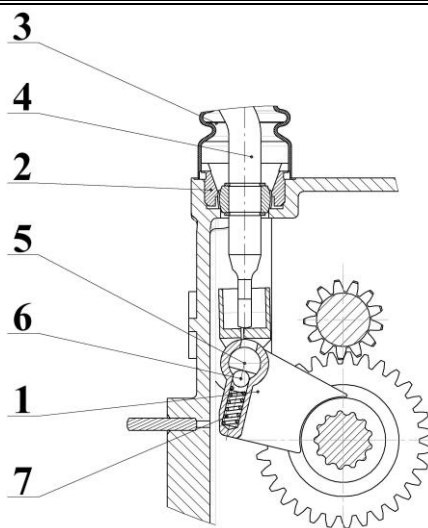

Рисунок 8 – Коробка переключения передач. Поперечный разрез.
1.2.2.1.3 Вал шестерня ведомая 15 (рисунок 5) выполнена как одно целое с конической шестерней, вращается на двух подшипниках. Передний подшипник 14 – игольчатый, задний 10 – шариковый. Задний конец вала выведен наружу и имеет прямобоочные шлицы для отбора мощности с частотой вращения, зависимой от выбранной передачи. Конец вала уплотнен манжетой 8. Средняя часть вала выполнена шлицевой, на которые надеваются две ведомые шестерни. Шестерня 2-й и 3-й передачи 12 выполнена с двумя зубчатыми венцами и может перемещаться на шлицах вилкой 2-й и 3-й передач. Шестерня 1-й передачи и заднего хода 11 выполнена с одним зубчатым венцом и перемещается вилкой 1-й передачи и заднего хода 1 (рисунок 8).
1.2.2.1.5 Механизм переключения передач состоит из: 2-х вилок **1** (рисунок 8) установленных на одной оси **5**, рычага переключения передач **4** установленного на верхней части корпуса и блокирующего устройства **5** (рисунок 7). Вилки **1** (рисунок 8) могут свободно перемещаться вдоль оси. Каждая вилка имеет замковое шариковое устройство для фиксации её в одном из трех возможных положений. Крайние положения вилок **1** соответствуют включенной передаче, среднее – нейтраль. Рычаг переключения передач **4** может входить в зацепление с одной из вилок **1** и перемещать её вдоль оси. Для исключения возможности перемещения двух вилок **1** одновременно сверху на корпусе коробки установлено блокирующее устройство **5** (рисунок 7), представляющее из себя пластину с прорезями. Через эти прорези проходит рычаг переключения передач. Блокирующее устройство крепится к корпусу 2-мя гайками М8. На блокирующем устройстве **10** (рисунок 16) и **5** (рисунок 7) указаны положения рычага **4** (рисунок 7) для включения скоростей 1, 2, 3 и заднего хода.
Для исключения возможности перемещения двух вилок 1 (рисунок 8) одновременно (включение двух передач) категорически запрещается производить переключение скоростей при отсоединённой от рычага переключения передач тяге (рисунок 16). В этом случае рычаг должен быть зафиксирован в положении «Нейтраль».